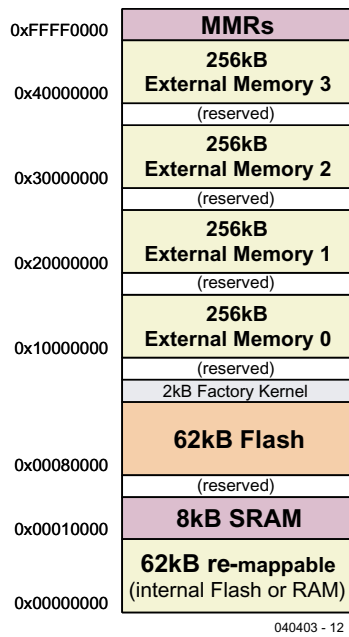

Figure 2.
– 0xFFFFFFFF), auquel on accède par des MMR (Memory Mapped Register) réservés, exactement comme pour une mémoire de données. Sur les deux modèles actuellement les plus grands, les ADuC7026 et ADuC7027, on peut, en plus, utiliser un domaine d'adresses externe de 1 Mo (figure 2).